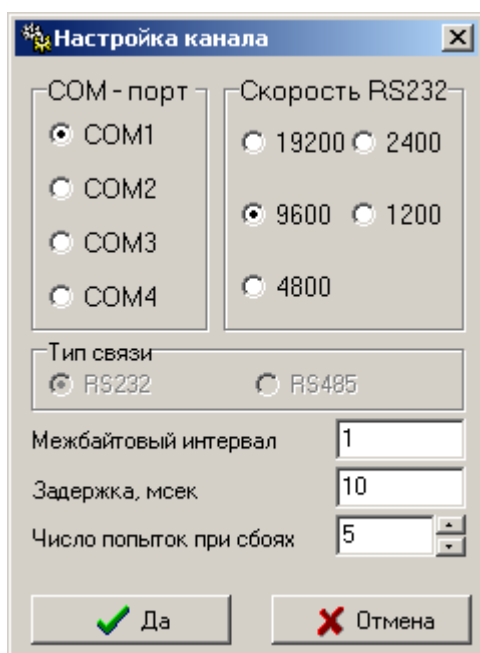

Рис. 6. Вид окна Настройка канала.
2.4.1.5. Параметры связи ПК с КПИ задают в окне **Настройка канала** (рис.6), раскрывающегося после активизации кнопки **Параметры**, расположенной под таблицей **Состав комплекса**.
2.4.1.7. Параметры связи поверяемого прибора, в случае его подключения к КПИ или ПК по RS-интерфейсу, задаются в окне **Настройка канала** (рис.6). Окно раскрывается после активизации кнопки **Параметры**, расположенной в области **Поверяемый прибор**.